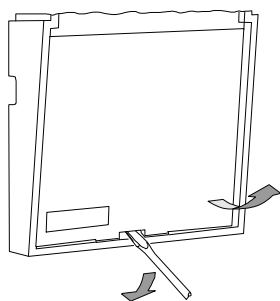

Figura 2. Apertura de la tapa frontal
- C. Abra la tapa frontal insertando un destornillador pequeño en la ranura que hay en la parte de debajo de la unidad. Aplique una presión hacia abajo hasta que la tapa salga de sus pestañas y se quite fácilmente (Figura 2).